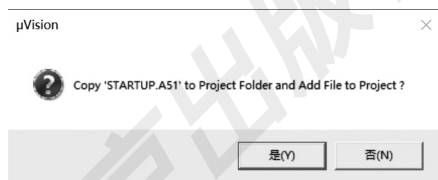

图 1-1-13 选择是否要添加启动代码
接下来，弹出一个如图 1-1-13 所示的对话框。该对话框提示是否要把标准 8051 的启动代码添加到工程中去，可以增强某些功能的初始化配置，一般选择“是 (Y)”，即添加启动代码。